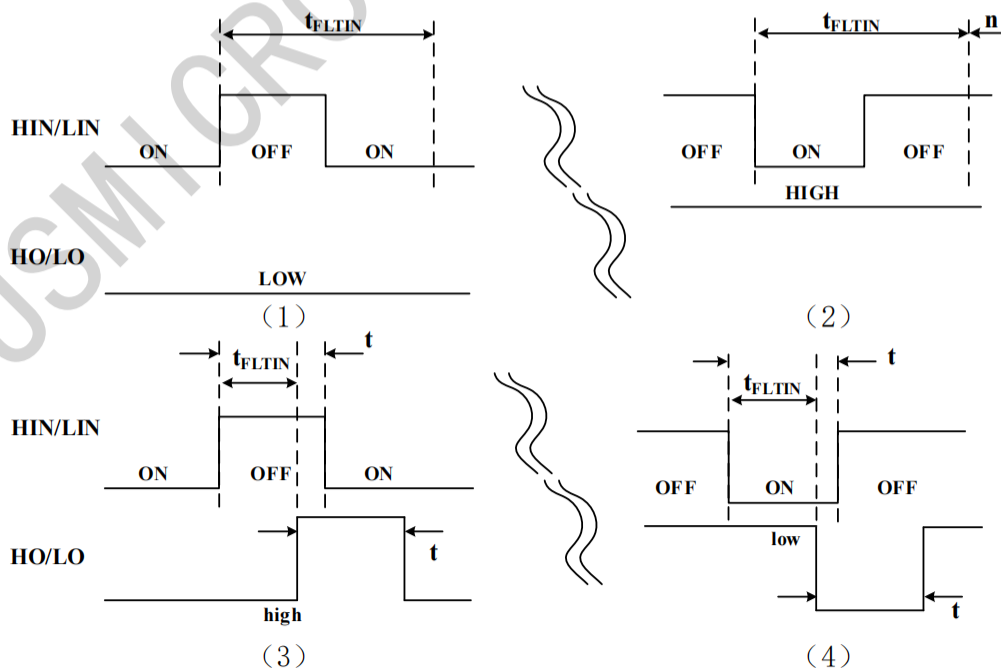

图 7-2 输入滤波波形定义
6EDL04I06包含有三路独立的半桥信号输入端口用于接收来自主控的控制信号，不互相干扰。每路半桥的高侧与低侧之间有互锁功能，保证同相位高侧与低侧的输出不会同时为高电平。且高侧与低侧信号之间存在内置的死区时间，有效避免了输出信号重叠导致的严重故障。信号输入端口采用边沿触发的方式，因此在触发保护后，需要给出下一个触发沿信号，输出才会产生变化。每个信号输入端口均通过一个 40KΩ 的电阻下拉至 VSS，浮空时将设置为低电平输入。每个信号输入端口（包括 EN 使能端口）均包含有滤波功能，不会被低于滤波时间的脉冲触发，当包含滤波功能的端口输入信号发生变化时，其持续时间小于输入滤波时间，输出端口均不受到影响产生变化。当输入信号变化持续时间大于输入滤波时间，输出端口则随输入信号发生改变，并与其保持同等时间，如图 7-2 所示：
(1) 当输入正脉冲信号时，且该脉冲信号宽度小于滤波宽度 ( $t < t_{FLTIN}$ )，如图 7.2(1)所示。输出信号不发生变
(2) 当输入正脉冲信号时，且该脉冲信号宽度大于滤波宽度 ( $t > t_{FLTIN}$ )，如图 7.2(3)所示。输出信号发生变化，触发一个持续时间为  $t$  (同输入脉宽时间) 的低电平后恢复高电平；
(3) 当输入负脉冲信号时，且该脉冲信号宽度小于滤波宽度 ( $t < t_{FLTIN}$ )，如图 7.2(2)所示。输出信号不发生变化，持续为低电平；
(4) 当输入负脉冲信号时，且该脉冲信号宽度大于滤波宽度 ( $t > t_{FLTIN}$ )，如图 7.2(4)所示。输出信号发生变化，触发一个持续时间为  $t$  (同输入脉宽时间) 的高电平后恢复低电平。